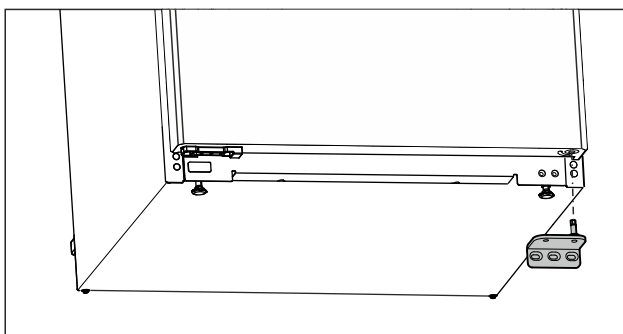

Fig. 12
- ▶ Verwijder de lagersteun naar beneden. (zie Fig. 12)